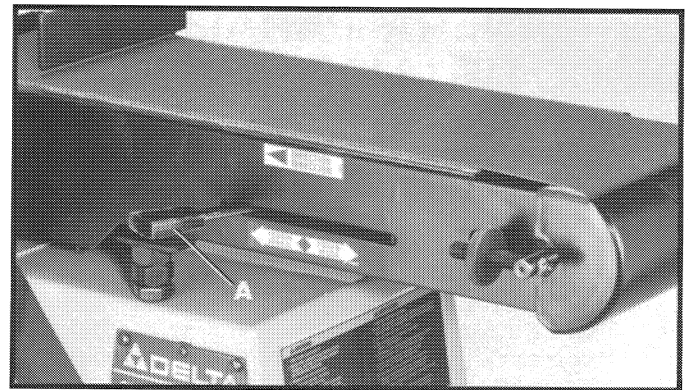

Fig. 25
2. Cuando vaya a realizar este ajuste, asegúrese que la palanca de tensionamiento de correa (A) Fig. 25 esté completamente hacia el lado izquierdo en la posición apretada, como se ilustra aquí.